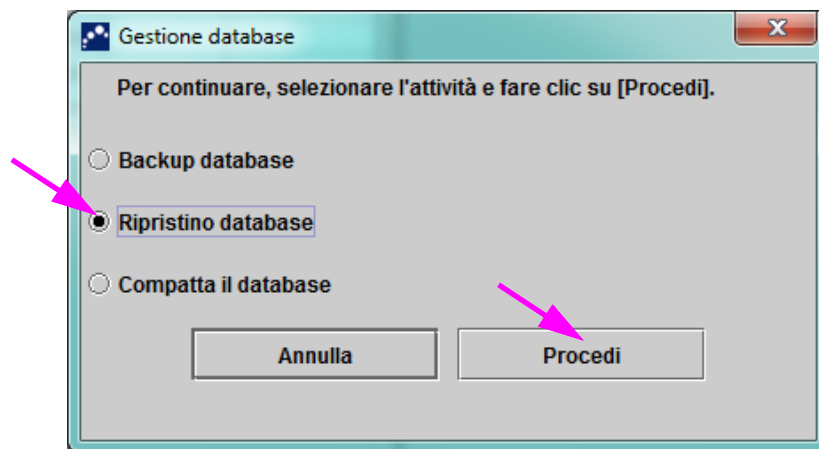

Figura 5-76. Finestra Gestione database
2. Fare clic su **Procedi**. Verrà visualizzata una finestra di dialogo con un messaggio che chiede se si desidera eseguire il backup del database corrente prima del ripristino (scelta consigliata). Vedere la Figura 5-76.
3. Fare clic su **Procedi** nella finestra di dialogo di conferma Ripristino database per proseguire con il backup del database (vedere la Figura 5-76). Viene visualizzata l'area di lavoro Backup database Vedere la Figura 5-77.